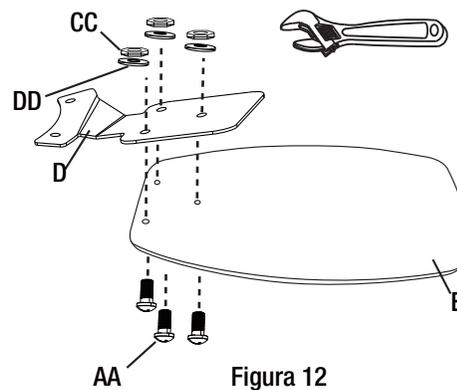

Figura 12
- Monte los soportes de las aspas (D) a las aspas del ventilador (E) con los tornillos de la hoja (AA), las tuercas hexagonales (CC) y las arandelas planas (DD) incluidas (3 por cada aspa) (Figura 12).